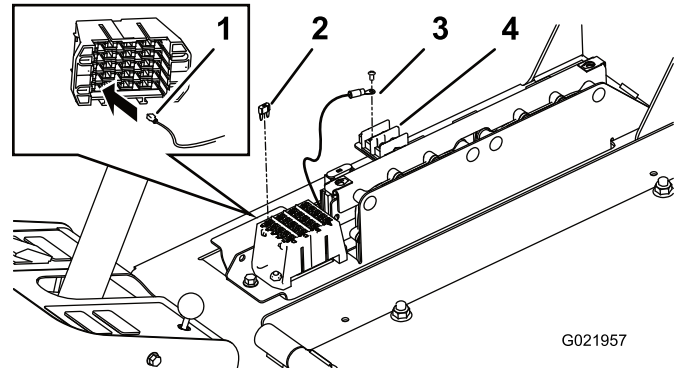

Bild 10
- Entfernen Sie die äußere Schraube, mit der der Überbrückungsstreifen an der Erdanschlussklemme befestigt ist (Bild 10).
- Befestigen Sie den Kabelschuh des Kabelbaums (Erdungskabel) mit der vorher entfernten Schraube am Überbrückungsstreifen bzw. an der Erdanschlussklemme (Bild 10).
- Stecken Sie den Kabelbaum-Flachstecker in den Sicherungsblocaufkleber an der Unterseite, der der Stelle auf dem Aufkleber entspricht (Bild 10).
- Setzen Sie eine Sicherung (10 A) in den Sicherungsblock ein (Bild 10).